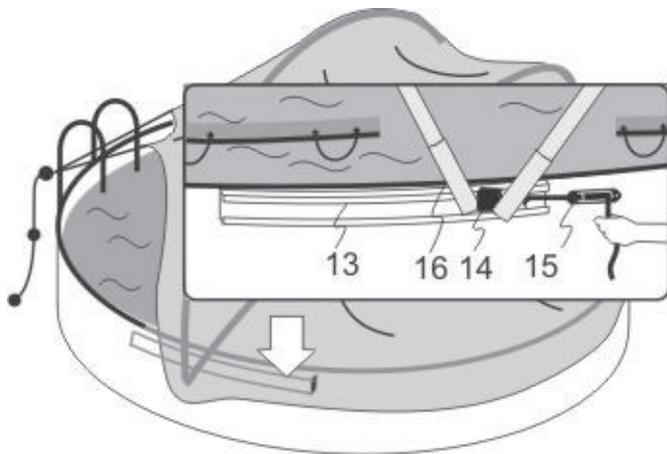

Abb. 7.3
- Das Seil am Schieber (14) an dem Spanner (15) einklemmen um ein Verrutschen des Schiebers (14) während des Aufziehens zu verhindern. (Abb. 7.3)